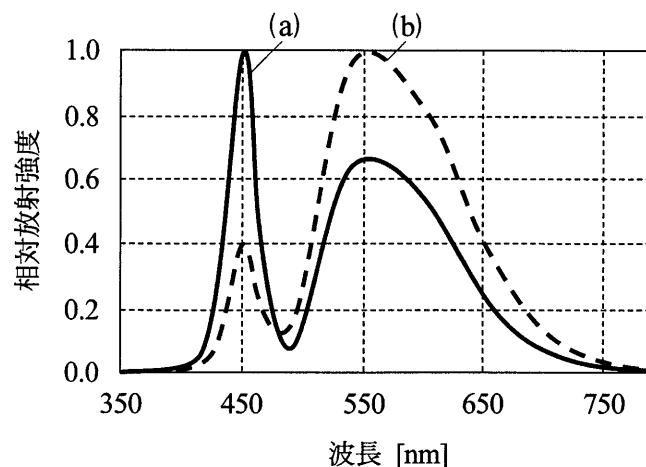

図 3 白色 LED の相対分光分布特性
2) 1) の LED において、例えば図 3 に二つの白色 LED の相対分光分布特性を示すが、実線で示す (a) は破線で示す (b) に対して相関色温度が  、また光の質を表す平均演色評価数 Ra の値については、(a) と (b) の差は一概には分からない。